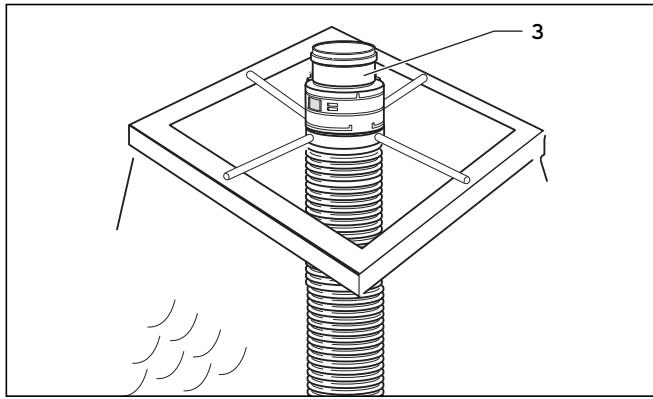

Рис. 6.60 Соединительная деталь с гибким выпускным газопроводом
- Надвигните соединительную деталь с муфтой (3) до упора на выпускной газопровод и закрепите ее защелкивающимися запорами. Выпускной газопровод висит в монтажном кресте (см. рис. 6.60).